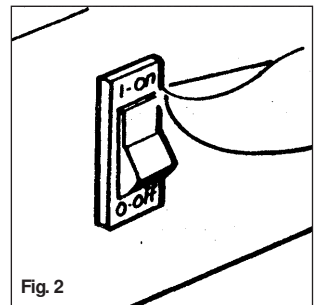

Fig. 2
- Portare l'interruttore della ventola in posizione I (Fig. 2) ed assicurarsi che la ventola giri.
- Drej ventilatorens afbryder til stilling I (Fig.2) og forvis Dem om, at ventilatoren roterer.